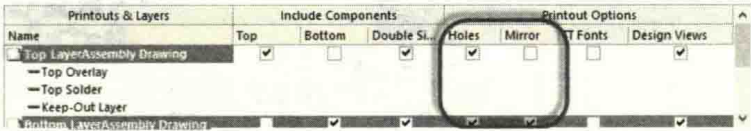

图 10-30 视图设置
- ① Top / Bottom Overlay: 丝印层。
- ② Top / Bottom Solder: 阻焊层。
- ③ Mechanical / Keep-Out Layer: 机械层 / 禁布层。
(3) 在如图 10-30 所示的视图设置对话框中，底层装配栏勾选“Mirror”选项，在输出之后观看 PDF 文件时是顶视图，反之是底视图。